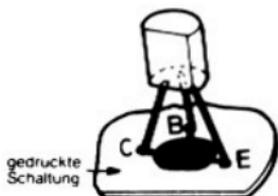

Abb. 6
5. Die Transistoren sind auf der gedruckten Schaltung mit "TR" bezeichnet. Aus Abb.6 ist die Lage (abgeflachte Seite) zu ersehen, in der sie eingebaut werden müssen.